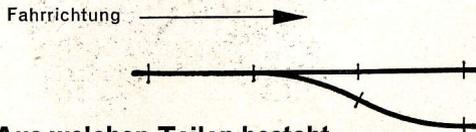

Abb. 46
**Allgemein.** Sollen in eine Strecke Abstell- oder Ausweichgleise eingebaut werden, so sind hierzu Weichen erforderlich, die entweder von Hand oder einem Stellwerk aus bedient werden. Man unterscheidet: Rechtsweichen und Linksweichen. Bei einer **Rechtsweiche** ist die Abzweigung vom geraden Gleisstrang, immer in Fahrrichtung gesehen, nach **rechts**, bei einer **Linksweiche** dagegen nach **links** (vgl. Abb. 46 und 47).